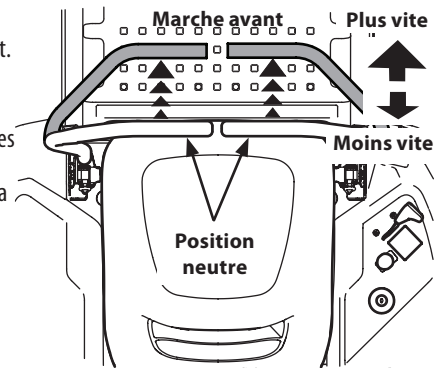

Figure 27
1. Poussez les barres de conduite lentement et graduellement vers l'avant. L'appareil commencera à avancer. Voir Figure 27.